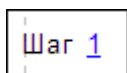
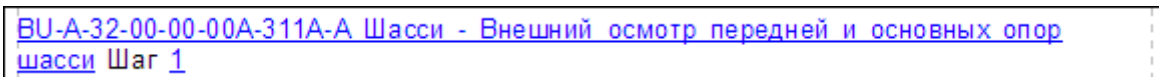

Рис. 3.220
Рис. 3.221
- При выключенном флаге **Объединенная ссылка** будут вставлены две ссылки - одна на модуль данных, а другая на элемент МД (Рис. 3.221).
- Нажмите на кнопку **Установить ссылку**. Ссылку можно установить и нажатием на клавишу ENTER на клавиатуре. После этого ссылка на шаг операции внешнего модуля данных будет вставлена в текущий МД. Вид ссылки с установленным флагом **Объединенная ссылка** без использования макросов, относящихся к модулю данных, показан на Рис. 3.220, вид ссылки с выключенным флагом показан на Рис. 3.221.
Ссылка, показанная на Рис. 3.221, фактически состоит из двух ссылок: